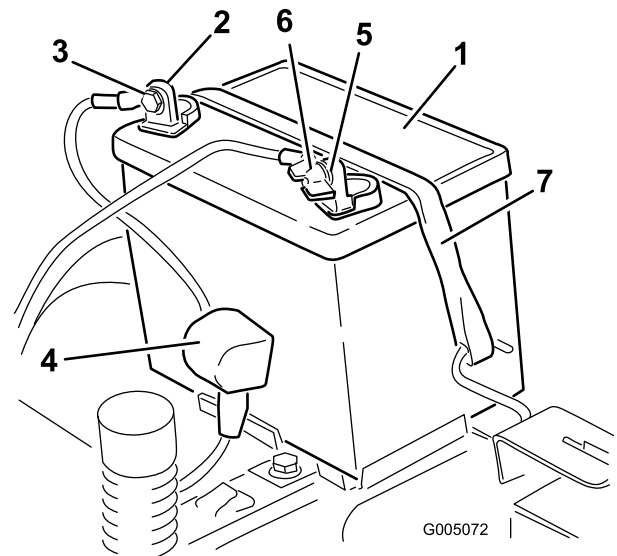

Figura 37
4. Desconecte el cable negativo de tierra (negro) del borne de la batería (Figura 37).
6. Desconecte el cable positivo (rojo) del borne de la batería (Figura 37).
7. Retire la correa de sujeción de la batería (Figura 37) y levante la batería para retirarla de su bandeja.
1. Coloque la batería en la bandeja (Figura 37).
5. Fije la batería con la correa de sujeción (Figura 37).